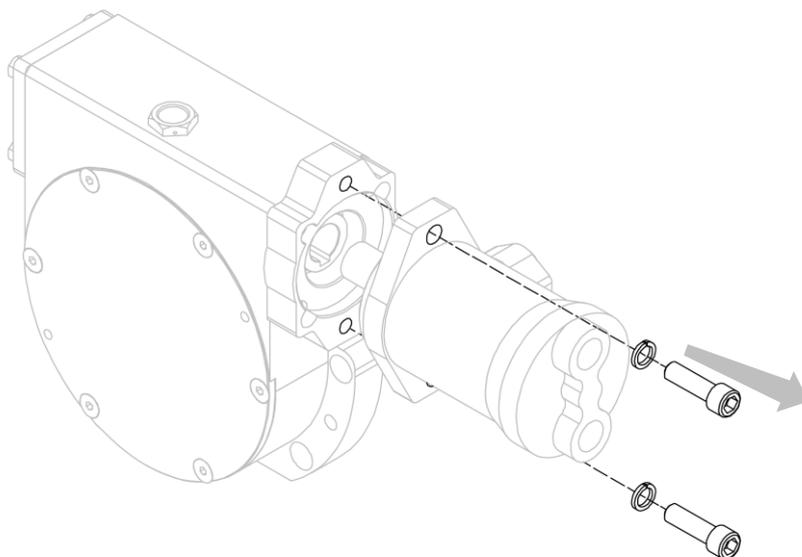

Figura 37
4. Separare il motore dal riduttore, dopo aver rimosso le relative viti che lo vincolano (vedi *Figura 37*).